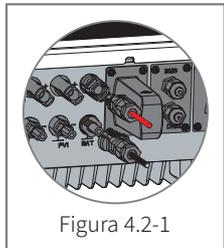

Figura 4.2-1
- **Conexiones de la batería:** asegúrese de que se hayan establecido correctamente las conexiones entre el inversor ET y la batería, y de que la polaridad (+/-) no esté invertida. Consulte la figura 4.2-1.